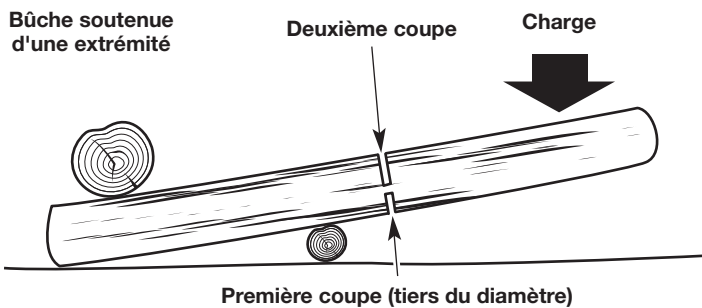

Fig. 14
- Si la bûche est soutenue sur une extrémité (Fig. 14), faites la première coupe depuis le bas (tronçonnage par dessous). Reportez-vous à *Tronçonnage par-dessous*.